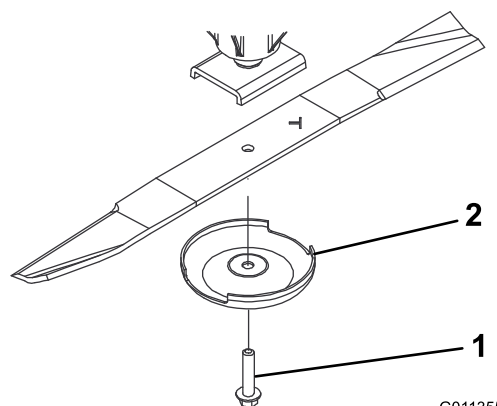

図 97
3. スピンドルのシャフトからブレードボルト、芝削り防止カップ、ブレードを取り外す図 97。